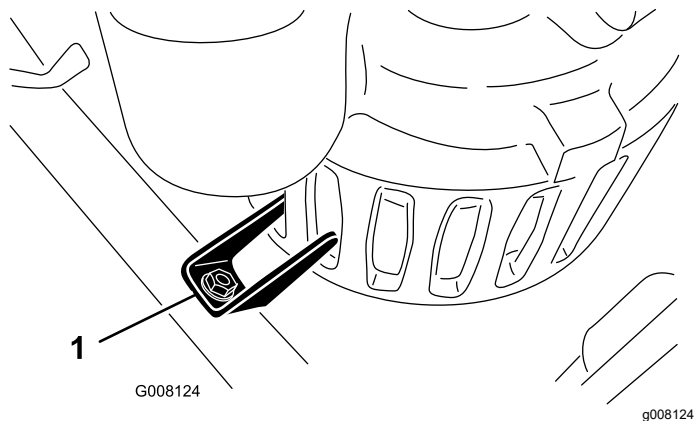

図 16
13. ポンプをフレームに入れ、キーパー・タブがポンプのスロットにはまるまで前へ押し込む 図 16。